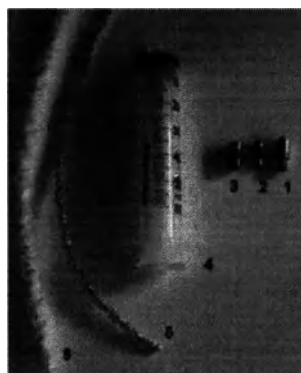

Рис. 11: Многоразовые инструменты и расходные материалы для чистки и дезинфекции.
- Резьбовой замок Люэра (часть манипулы R27) (1) на Рисунке 11.
- Переходник с гнездовым замком Люэра на гнездовой адаптер Люэра (2) на рис. 11.
- Переходник с внутренней резьбой (3) на рисунке 11.